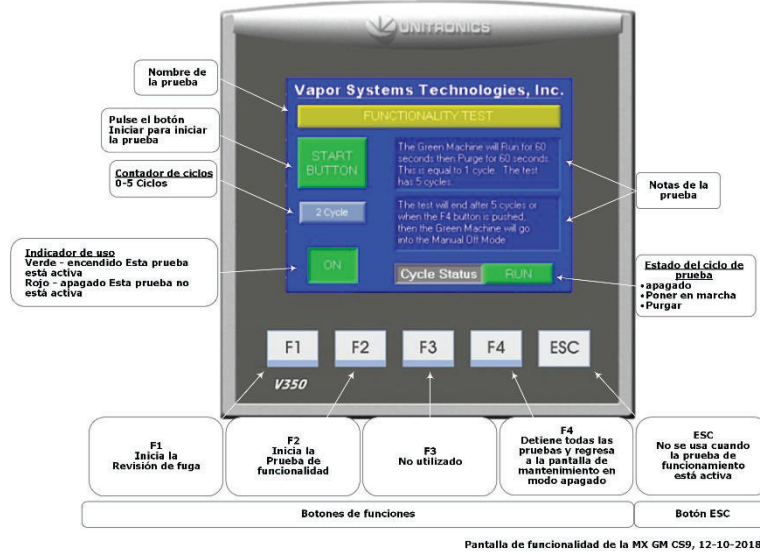

Figura 7-5: Pantalla de prueba de funcionalidad
1. Presione el botón F2 para acceder a la pantalla de la prueba de funcionamiento. **Vea la Figura 7-5.**